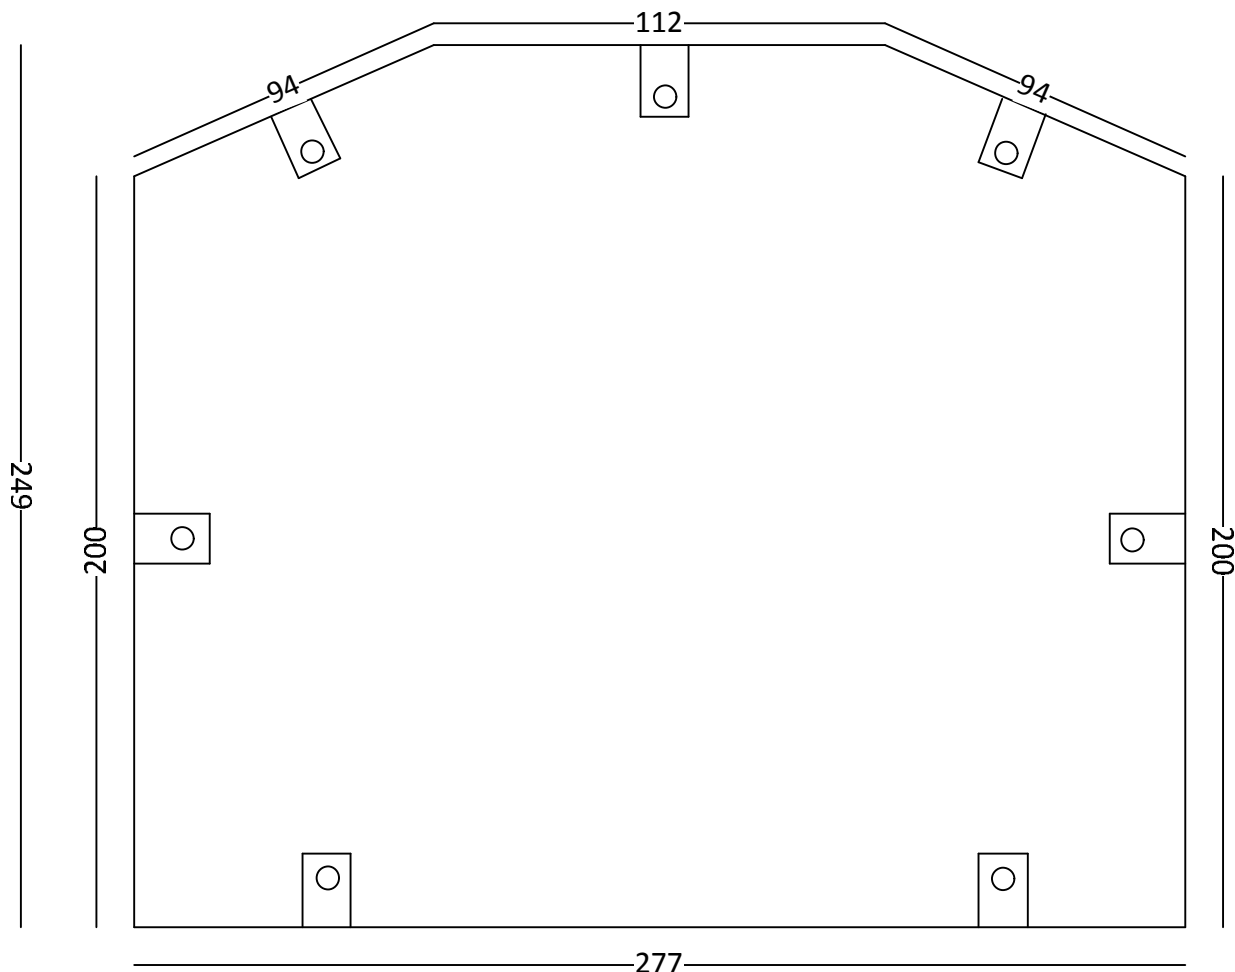

Рисунок 4. Размеры шаблона
2. Вырежьте из картона шаблон следующих размеров (рисунок 4)